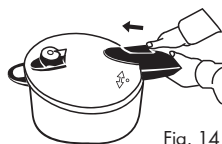

Fig. 14
- a) Glisați zăvorul în centrul capacului (Fig. 14).